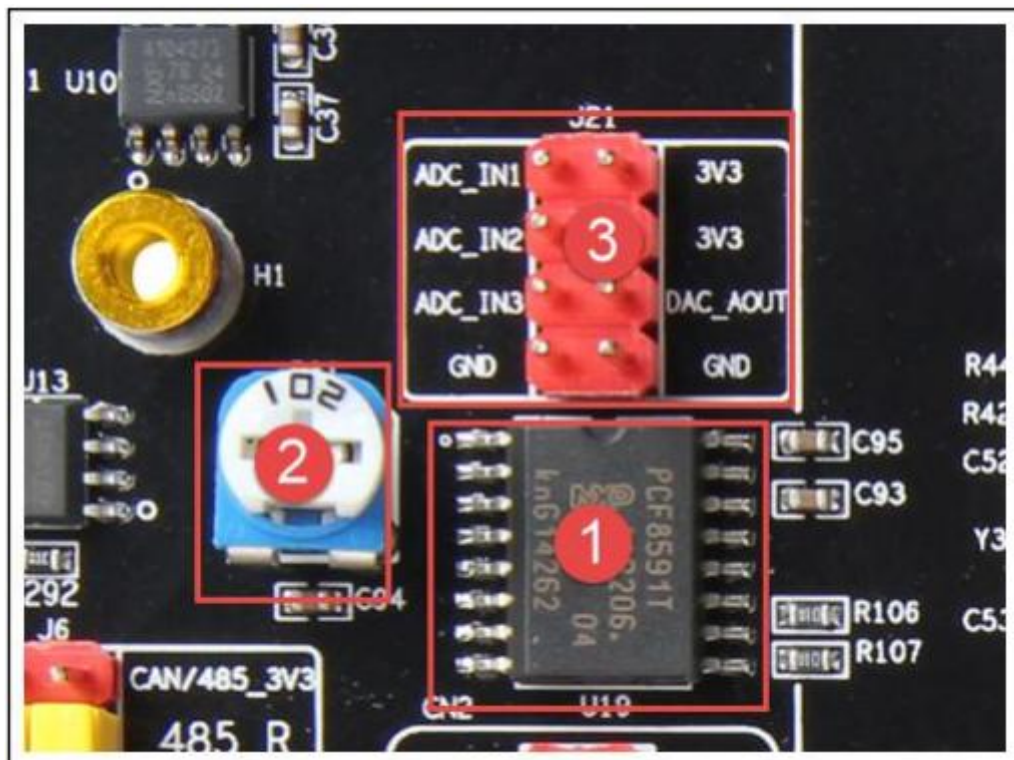

图 2.4-35 征途_Pro ADC/DAC 实物图
开发板上摄像头接口实物图如图 2.4-35 所示，其中①为 PCF8591T 芯片；②为电位器，可用于调节电阻；③为预留的芯片信号输入输出接口